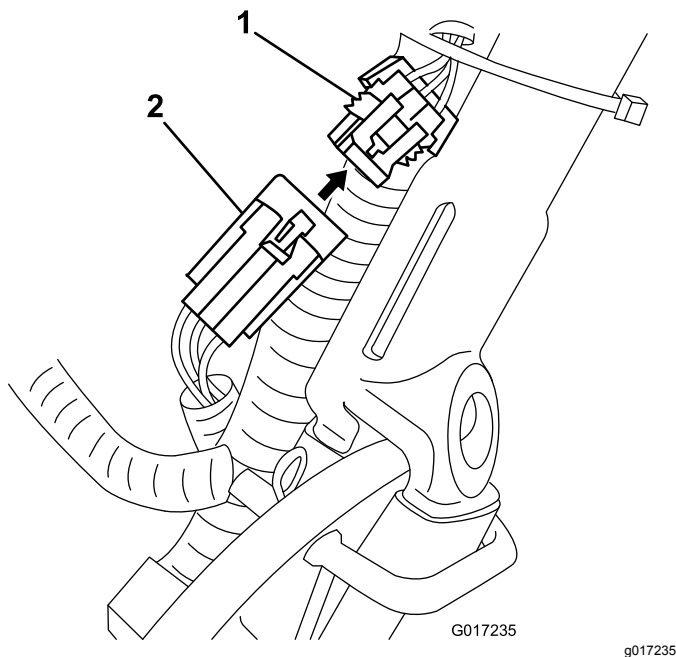

図 15
14. バッテリーパックのワイヤハーネスを、メインのワイヤハーネスの下と後ろを通してマシン左側に通し、ハーネスについている小さい6ピンコネクタをメインのワイヤハーネスにある対応コネクタに図15のように接続する。